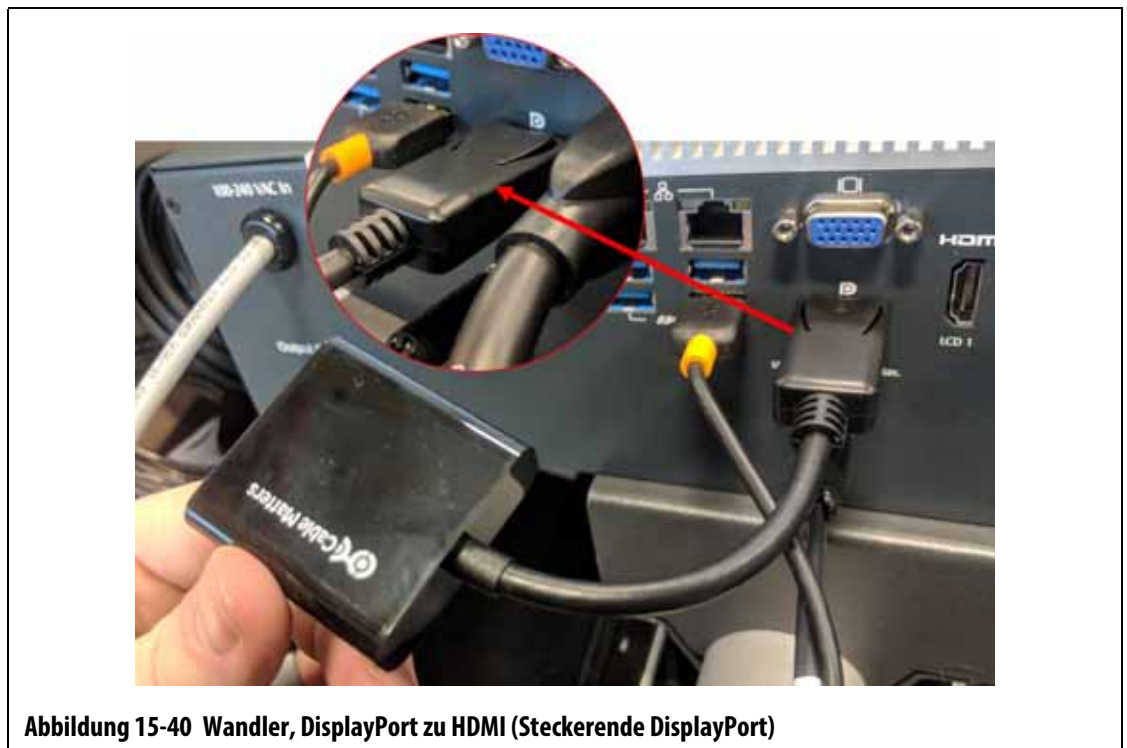

Abbildung 15-40 Wandler, DisplayPort zu HDMI (Steckerende DisplayPort)
5. Schließen Sie den DisplayPort-zu-HDMI-Wandler (Steckerende DisplayPort) an den DisplayPort-Anschluss (hinter dem VGA-Anschluss) auf der Unterseite des MCU-Gehäuses an. Siehe Abbildung 15-40.